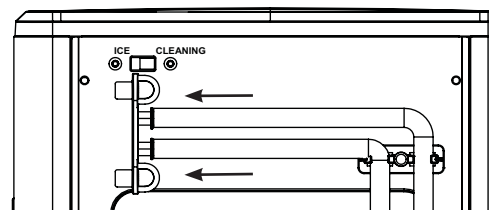

Figure 8
11. Débranchez le haut des tuyaux de vidange à l'arrière de l'appareil. Voir la figure 8.